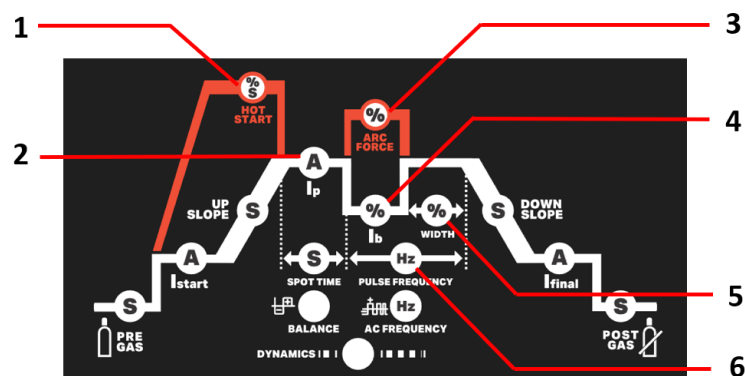

Fig. 2 – Parâmetros MMA
Para TIG 200 AC/DC (Ver os itens na Fig. 2)
- Ajustar o valor de corrente ao diâmetro do eletrodo e a espessura da chapa a soldar (Fig.2 - 2), de acordo com a seguinte tabela, para regular as máquinas de acordo com o eletrodo a utilizar e iniciar a soldadura